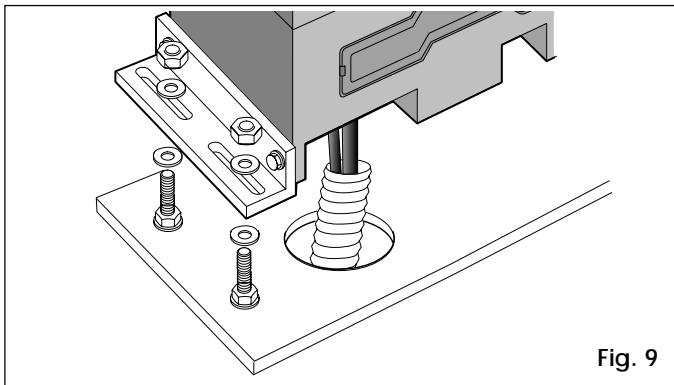
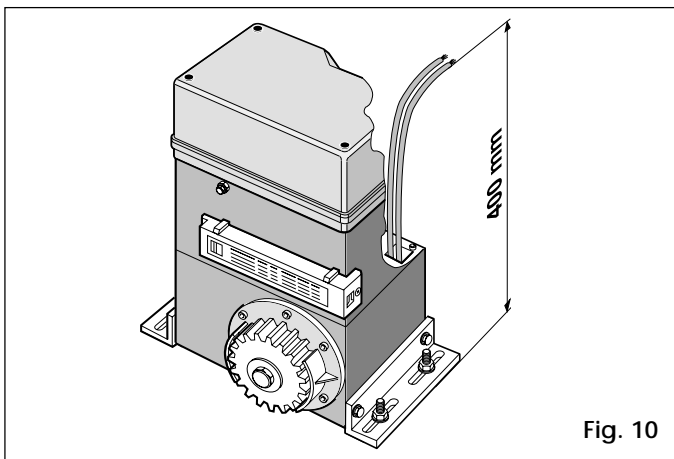

Fig. 9
Fig. 10
- 3) Placer l'opérateur sur la plaque en utilisant les rondelles et les écrous fournis, comme indiqué Fig.9. Au cours de cette opération, faire passer les câbles à travers le trou ménagé dans le corps de l'opérateur Fig.10. Pour accéder à la platine électronique de manoeuvre, faire passer les câbles à travers les trous en utilisant les presse-étoupes fournis.